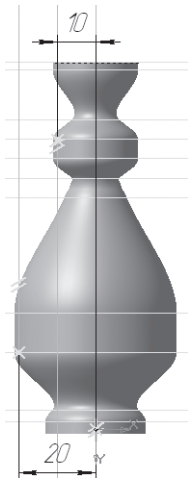

Рис. 265
- с помощью параллельных прямых постройте вертикальные прямые на расстоянии 10 мм и 20 мм. Подтвердите только линии с левой стороны (рис. 265);